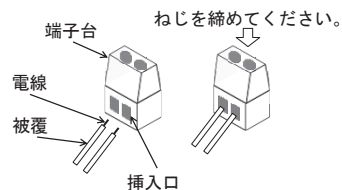

図4.2
- 通信線と外部入出力線の端子台へ配線する際、被覆を6mm剥き、端子台に水平方向から挿入してください。端子台の上部からねじを締めて配線を固定します。（図4.2）
- 図4.2の挿入口は閉じていることがあります。配線前に挿入口を開いてください。